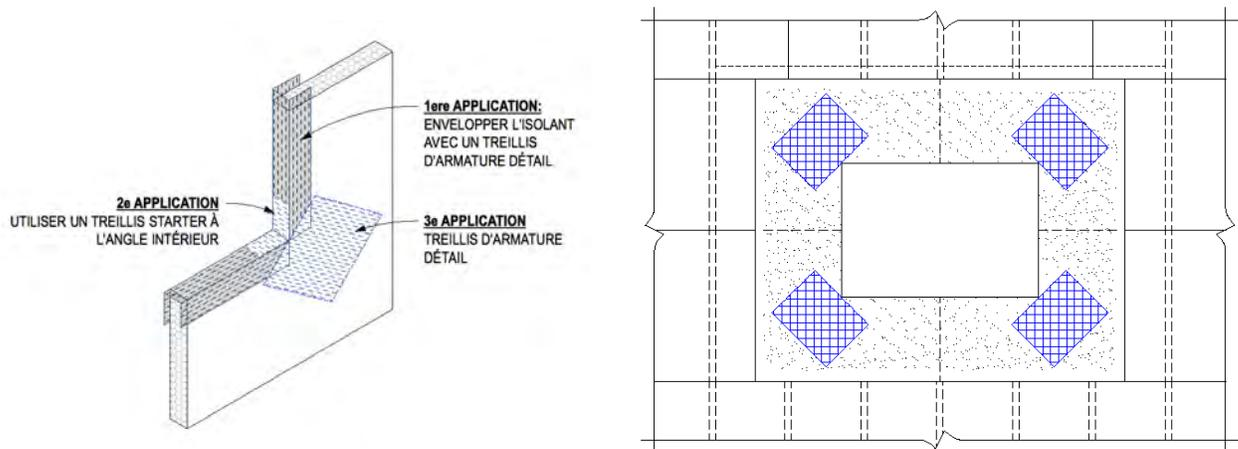

Figure 8
8.3.10.1. Aux ouvertures, aligner les panneaux isolants de façon à ce que les rebords (joints verticaux et horizontaux) ne coïncident pas avec les angles de l'ouverture tel qu'illustré à la figure 8 (se référer aux détails d'installation du système Outsulation MD de Dryvit, DSC167NC).
- 8.3.18. Les angles de toutes les ouvertures tel que les fenêtres, portes, équipement mécanique et toutes autres ouvertures doivent être renforcées avec un treillis de détail placé diagonalement à l'ouverture tel qu'illustré à la figure 8.